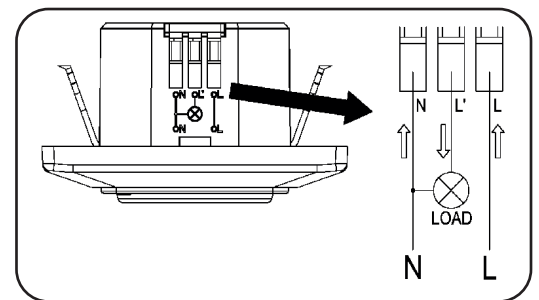

Fig.3: Conexión del sensor.
- Conexionar los cables en la regleta posterior según esquema. (fig.3)
- 1- Verifique que los cables están bien conectados (ver fig.3).